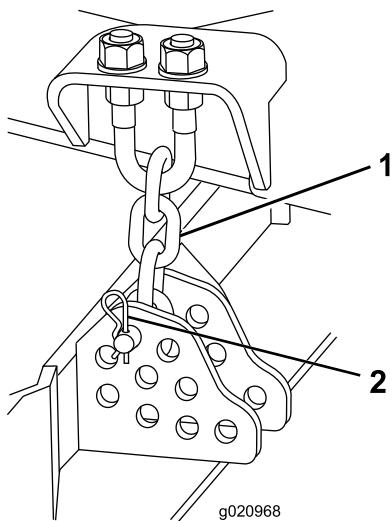

Figura 17
9. Retire o perno de gancho e pino de segurança que fixam as correntes da altura de corte à traseira da plataforma do cortador (**Figura 17**).